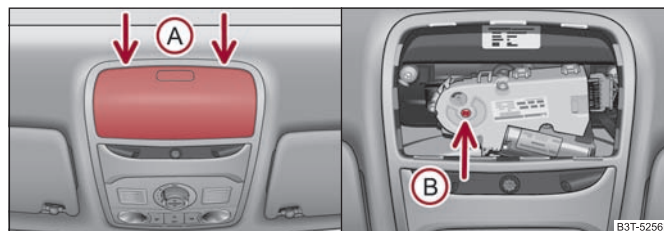

Fig. 11 Vano del padiglione del tetto: punti di applicazione del cacciavite (sinistra) e azionamento di emergenza (destra)
- Puntare con cautela un cacciavite piatto sul lato posteriore del coperchio del motorino elettrico ① ⇒ fig. 11.
- Infilare la chiave esagonale, gr. 4, fino all'arresto nell'apertura ② e chiudere o aprire il tetto scorrevole panoramico.